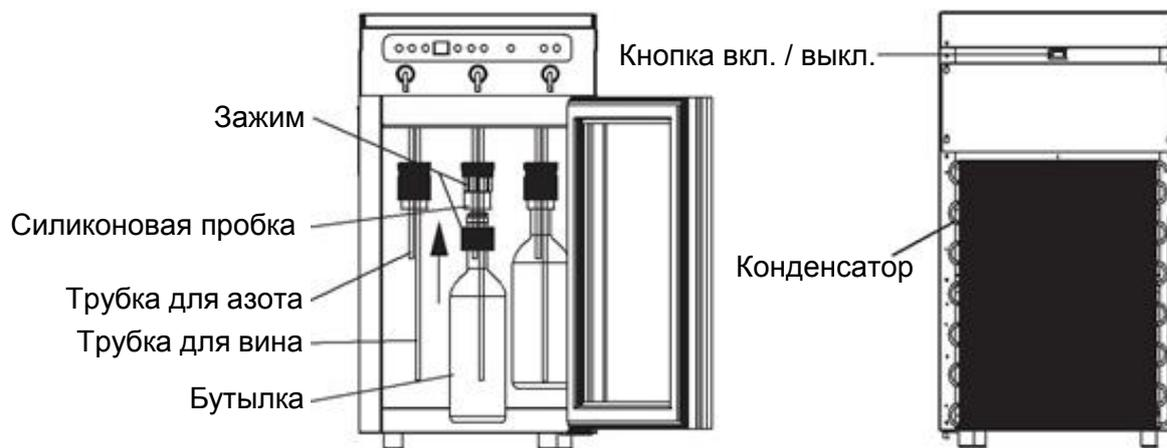

Рис. 3
5. Установите картридж в место для крепления, зафиксируйте хомутом и установите крышку (рис. 3).